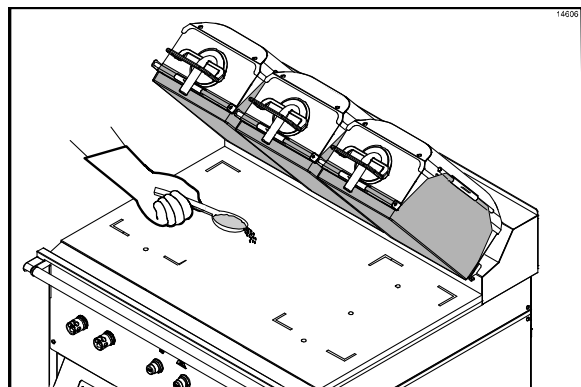

Figure 14
5. Avec une cuillère à crème glacée, répandre deux cuillerées pleines à ras de flocons adhésifs de soja sur une surface de gril chaude d'1 m (3 pi) et laisser fondre les flocons (Cf. Figure 14).